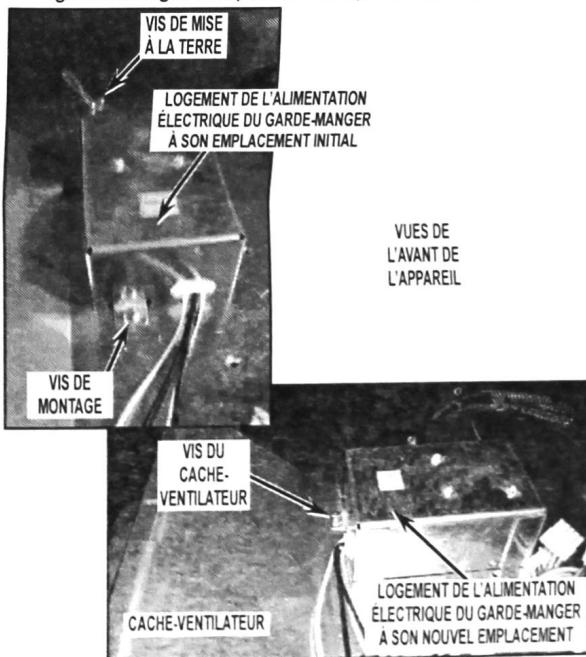

FIGURE 8
10. Débrancher le logement de l'alimentation électrique du garde-manger du couvercle du condensateur en retirant la vis de montage et la vis de mise à la terre. Faire pivoter le logement de l'alimentation électrique du garde-manger à 90°, retirer la vis du cache-ventilateur illustrée ci-dessous et s'en servir pour refixer le logement de l'alimentation électrique du garde-manger à la position indiquée. Voir Figure 8.